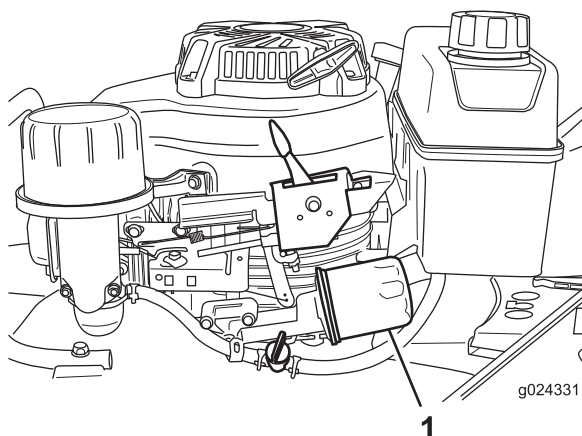

Figure 22
6. Placez un chiffon sous le filtre à huile (Figure 22) pour recueillir l'huile qui peut s'écouler lors de la dépose du filtre.